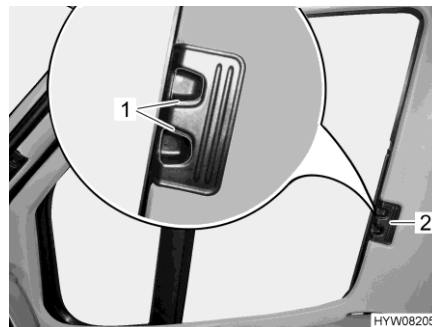

Bild 19 Faltverdunklung (Fahrer-/Beifahrerfenster)
- Entriegelungsgriffe (Bild 19,1) zusammendrücken und gedrückt halten.
- Die Faltverdunklungen für das Fahrerfenster und das Beifahrerfenster am Griff (Bild 19,2) zur anderen Fensterseite ziehen und an den Magnetstreifen aneinanderfügen.
- Die Faltverdunklungen für das Fahrerfenster und das Beifahrerfenster am Griff (Bild 19,2) bis zum Anschlag einschieben.
- Entriegelungsgriffe (Bild 19,1) loslassen und einrasten lassen.